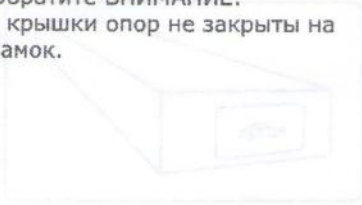

рис. 3
1.2.1. Возьмите из комплекта опору и снимите крышку опоры (рис. 3).